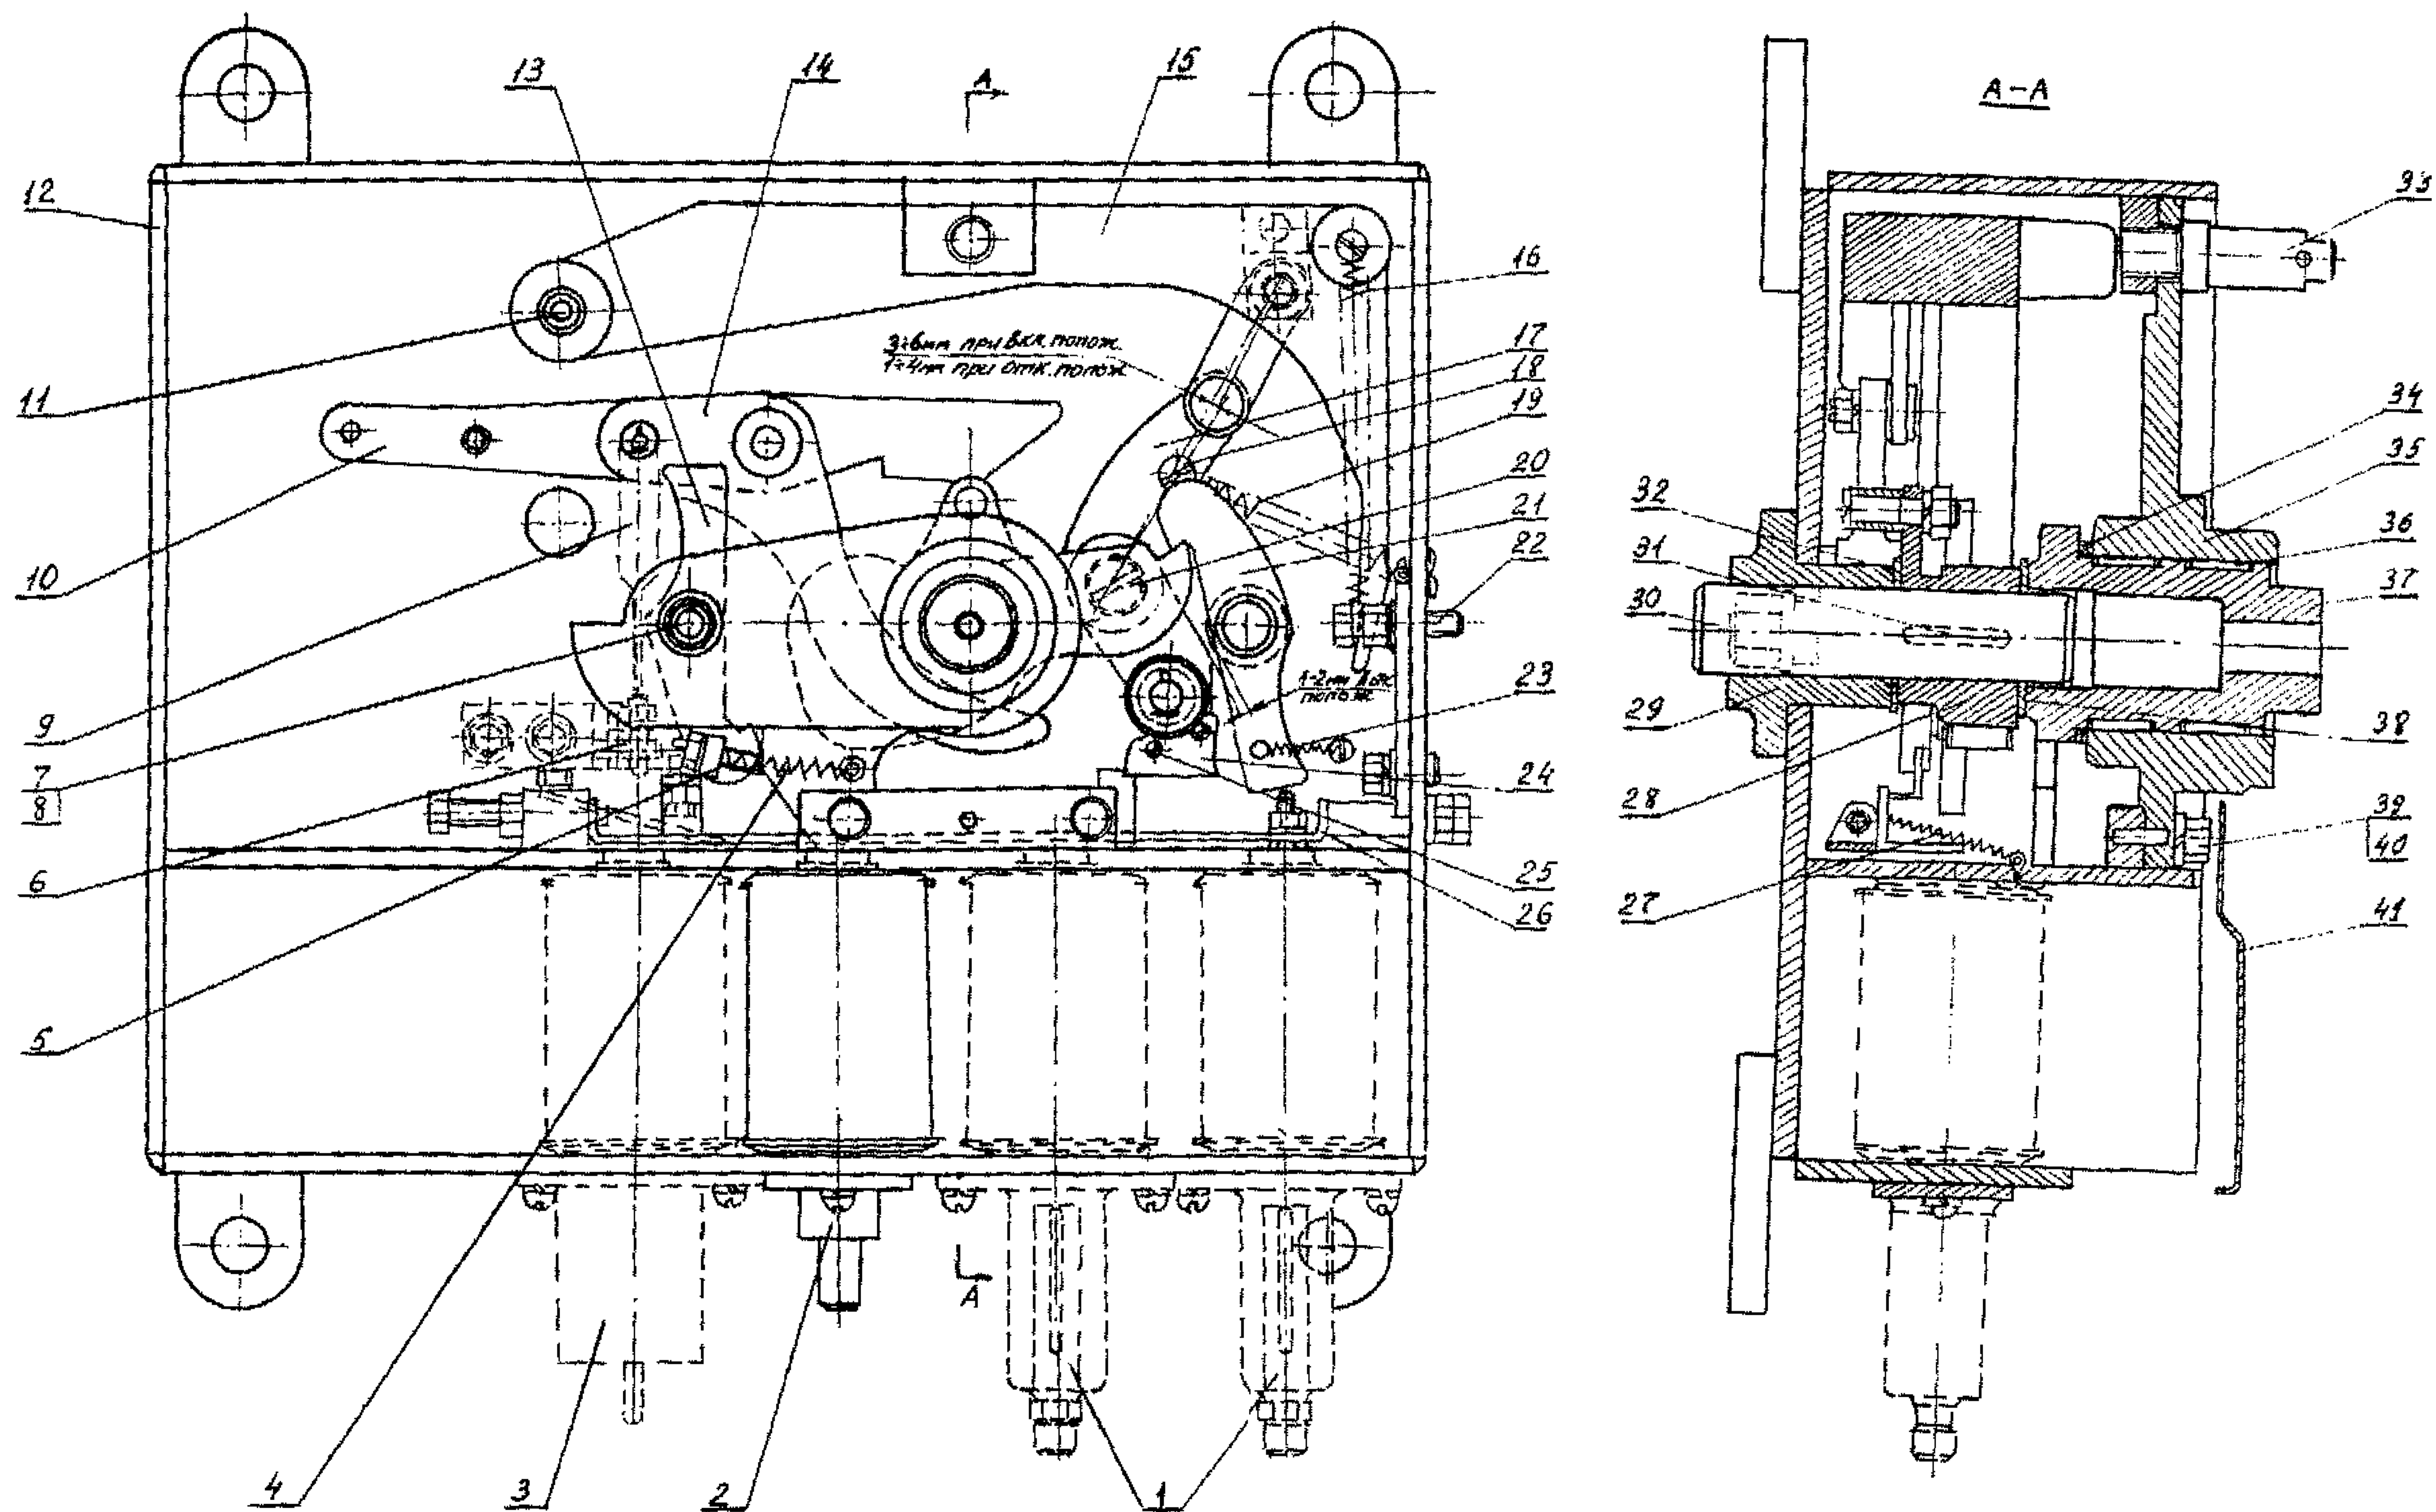

Рис. 18. Механизм приводов ШПОМ и ШПКМ:
Рычаг 28 (рис. 18) не садится на защелку 21	Сработалась плоскость зуба защелки 21. Ослабла пружина 23 защелки
03.1. Вывинтить ось 33 (см. рис. 18), болты 39 из корпуса 12 механизма привода
04.1. Отсоединить пружины 16, 19 (см. рис. 18) от рычага 15 и механизма расцепления 17.
05.1. Произвести осмотр защелки 21 (см. рис. 18).
06.1. Очистить релейную планку 26 (см. рис. 18) и механизм взвода реле РС 6 от пыли, старой смазки и осмотреть.
07.1. Установить на вал 30 (см. рис. 18) шайбу 32 и рычаг 28.